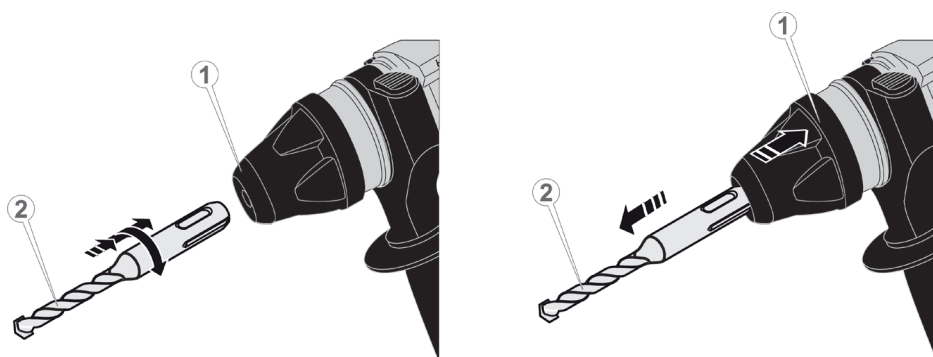

Рисунок 2. Схема встановлення/вилучення змінного інструменту.
- встановити хвостовик змінного інструменту в патрон «SDS-MAX», повертаючи його навколо осі і штовхаючи вглиб патрона доти, поки не буде забезпечена фіксація (рис. 2);